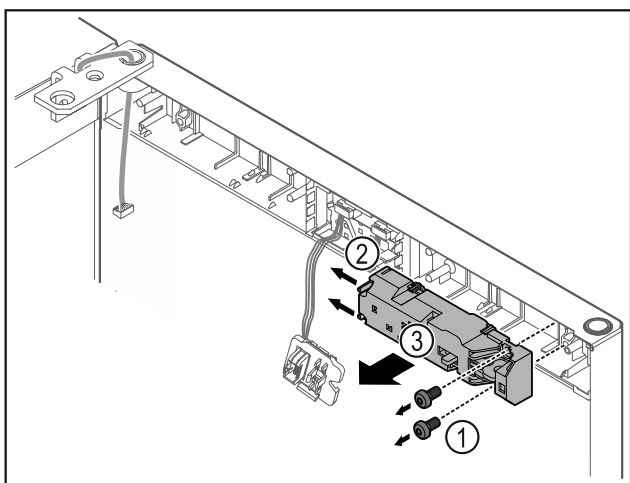

Fig. 12
- Rimuovere le viti Fig. 12 (1).
- Spingere di lato i naselli di arresto Fig. 12 (2) e rimuovere la serratura a distanza Fig. 12 (3).